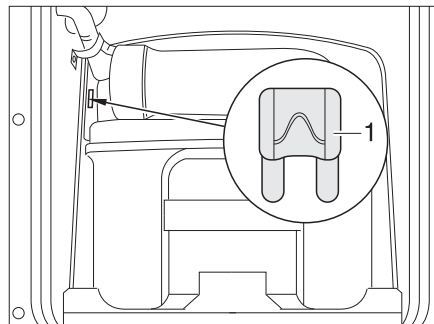
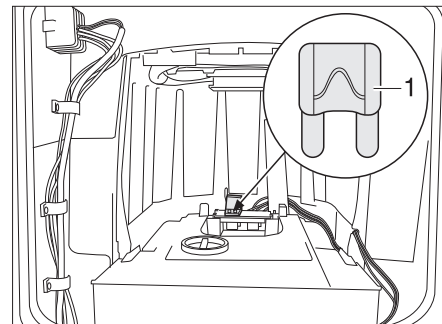

Fig. 182 Fusibile della toilette Thetford
Fig. 183 Fusibile della toilette Thetford (alternativa)
- Sostituire il fusibile (Fig. 182,1 o Fig. 183,1).